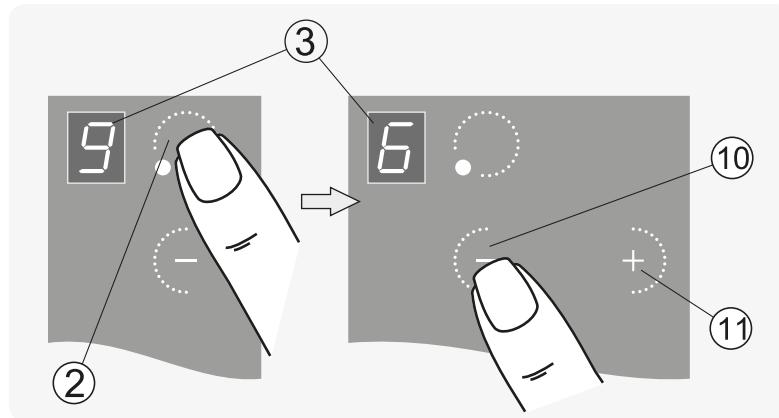

Рис.31
1. Работающую конфорку касанием зоны ② перевести в режим управления (рис. 31).